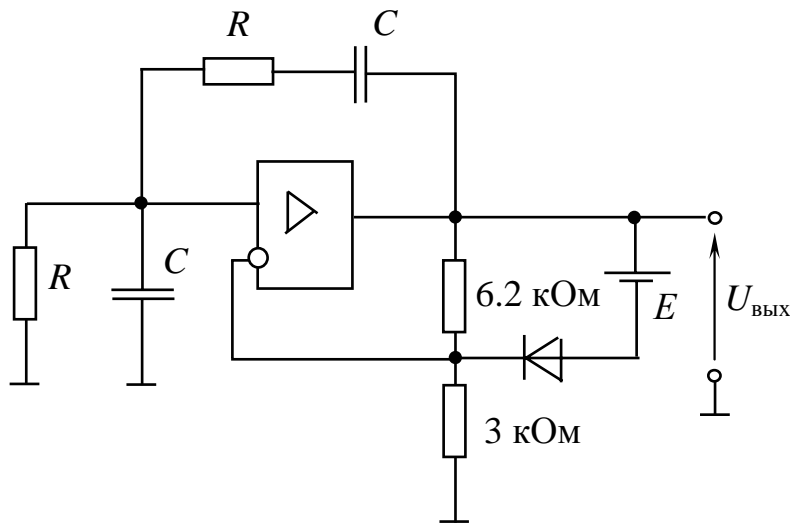

Рис. 5 – LC-генератор с мостом Вина
5. Собрать и испытать генератор гармонических колебаний с мостом Вина (рис. 5). Принять  $R=20+N$  кОм,  $C=1000$  пФ. Источник  $E$  напряжением 5 В используется совместно с диодом для ограничения амплитуды колебаний. Оценить частоту и амплитуду генерируемых колебаний. Во сколько раз амплитуда колебаний на неинвертирующем входе ОУ меньше, чем на выходе?